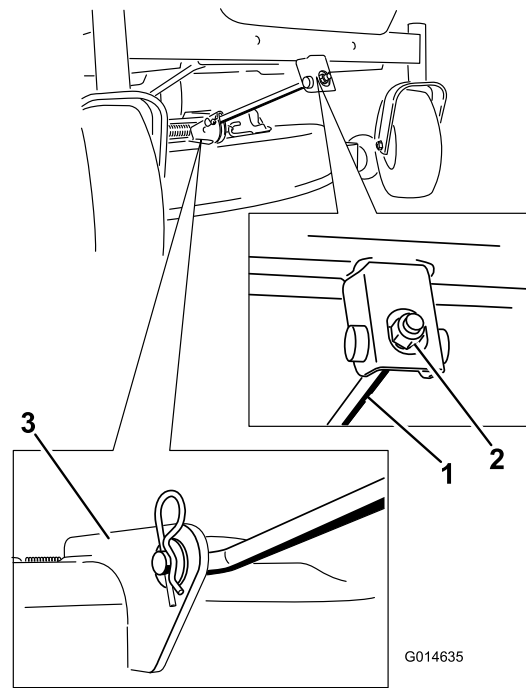

Figure 54
- Retirez la goupille fendue de la tige de support avant et déposez la tige du support de tablier (Figure 54). Abaissez doucement l'avant du tablier de coupe au sol.
6. Fixez la tige de support avant au tablier de coupe à l'aide de l'axe de chape et de la goupille fendue (Figure 54).